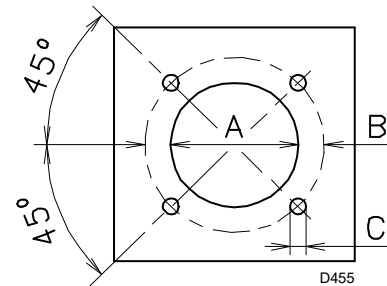

Abb. 13
Bebohren Sie die Abdeckplatte der Brennkammer wie aus Abb. 13 (Tab. J) ersichtlich. Die Lage der Gewindebohrungen kann mit Hilfe des Wärmeschilds, das dem Brenner beige packt ist, nachvollzogen werden.
- Den gesamten Brenner in das vorher vorbereitete Bohrloch des Heizkessels einpassen, wie in Abb. 13 dargestellt, und mit den beige packten Schrauben befestigen.